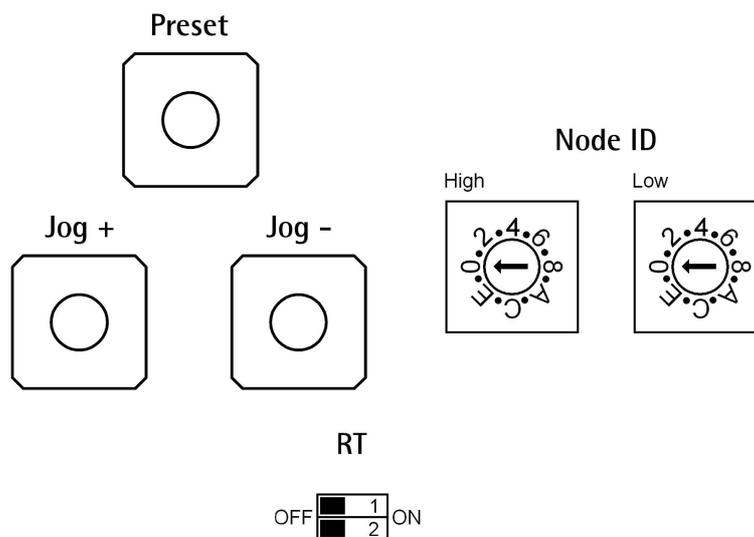

Figura 5: Selettori e pulsanti
4.4 Selettori e pulsanti (Figura 5)
4.4.1 Indirizzo nodo: Node ID (Figura 5)
4.4.2 Resistenza di terminazione: RT (Figura 5)
4.4.3 Pulsanti JOG + e JOG - (Figura 5)
4.4.4 Pulsante PRESET (Figura 5)